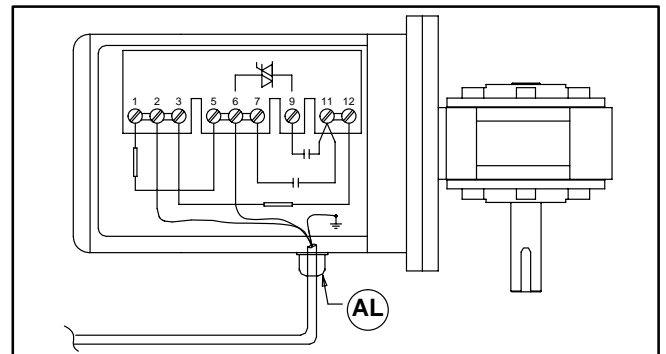

Abbildung 21
- b. Die Farben der Drahtleiter (Adern) an Klemmen 2, 6 und Erdungsklemme (Schutzleiter) ( $\perp$ ) (Abbildung 21) aufschreiben. Klemmen 2, 6 und Erdungsklemme lösen und Drahtleiter (Adern) entfernen.
- c. Die Kabelklemme (AL siehe Abbildung 21) lösen und Kabel herausziehen.